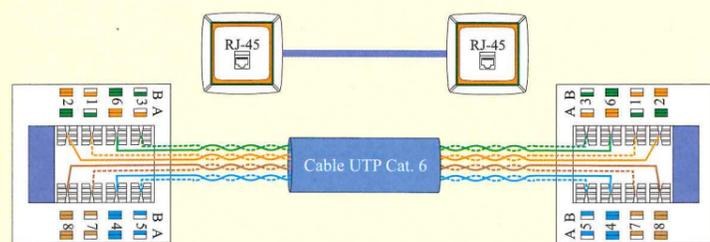

Figura 6.89. Cableado fijo de una instalación.
6.3. Inserción a presión de un conector hembra RJ-45. Realiza la conexión de un cable de par trenzado en un conector hembra RJ-45 para su instalación en una placa de pared utilizando una herramienta de inserción a presión (Figura 6.89). El otro extremo del cable puedes conectarlo a un panel de conexiones o a otro conector RJ-45 hembra. Para ello sigue el procedimiento siguiente: